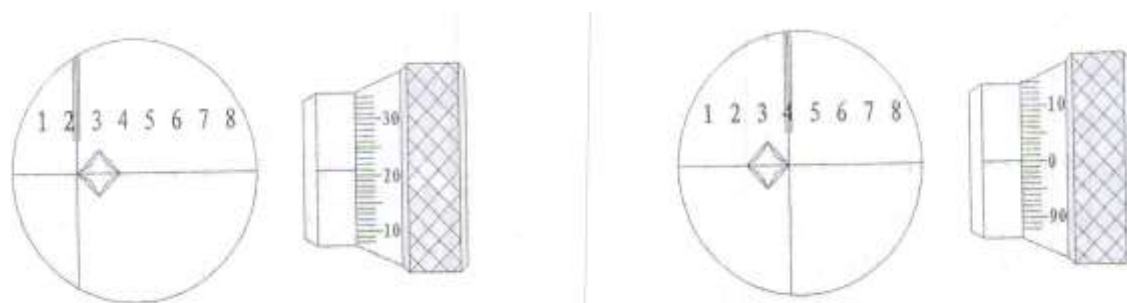

Рис. 6
5.3.13 Пример (рис. 6): при установленном объективе 5^X , и основной нагрузке 294.2Н (30кг), значение твердости по Виккерсу определяется так: